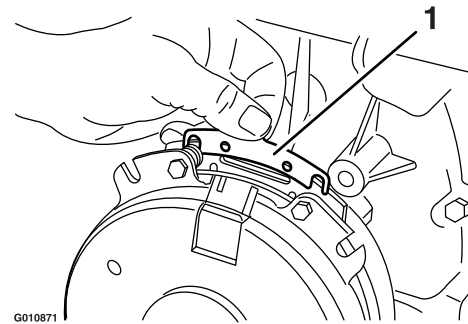

Figure 84
- B. A l'aide d'une pince à becs longs ou avec les doigts, saisissez la languette et déposez la cale (Figure 84).
moteur corrects, et réduit les risques de surchauffe et de dommages mécaniques du moteur (Figure 84).